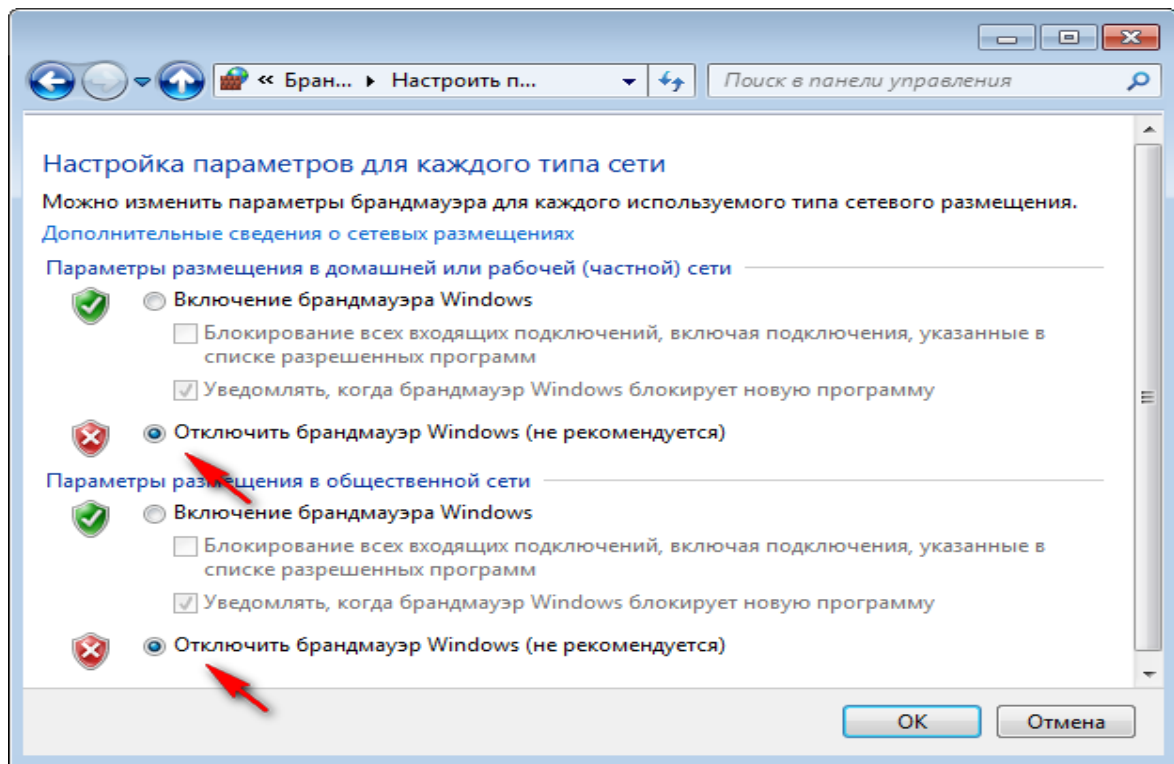

Рисунок 19.
- установить переключатели в положения «Отключить ...» (см. рисунок 19);